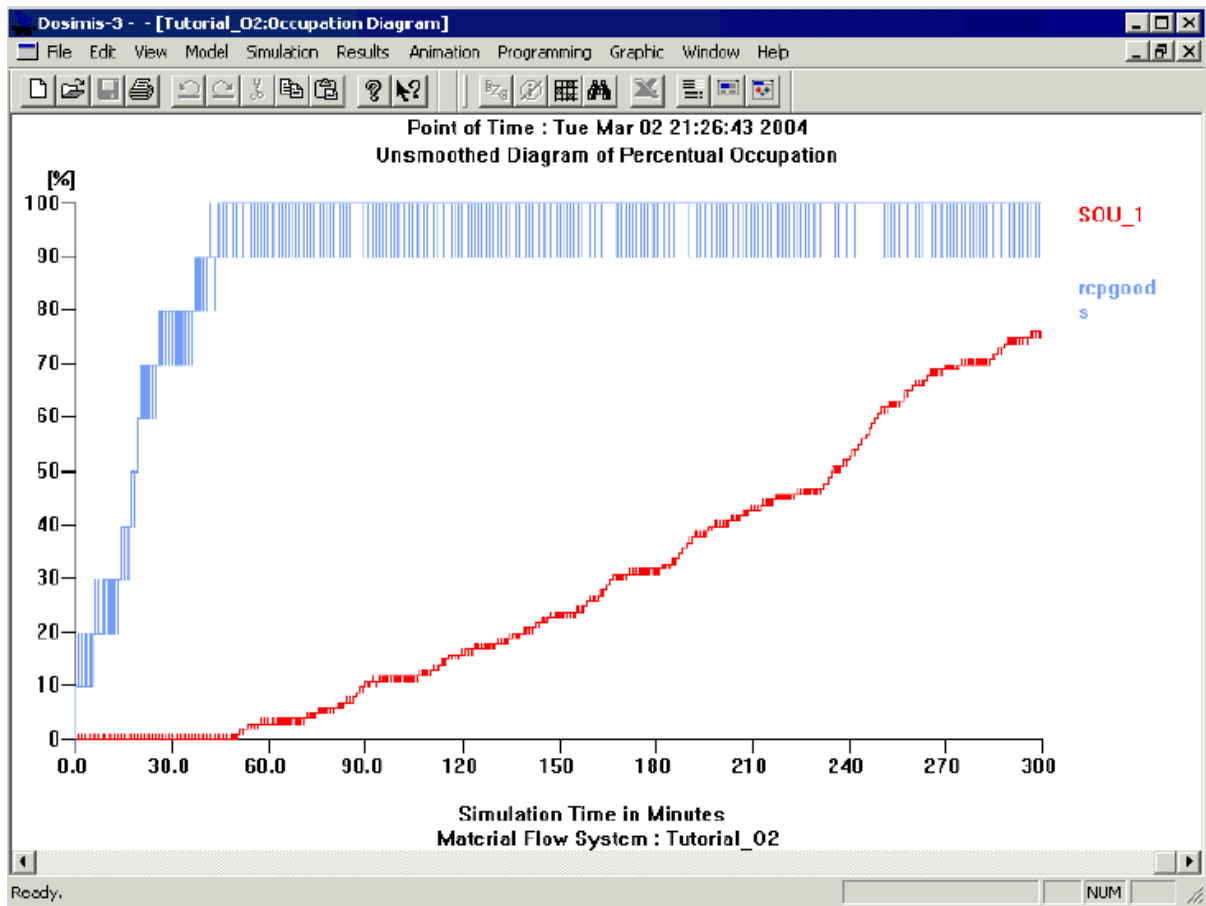

图4.2 入口源和入口源后的累积型传送带的占用图
- a) 通过入口源和入口源后的累积型传送带的占用图（图4.2）可以看出，经过很短的时间，累积型传送带模块已经满了。入口源模块可以容纳100个工件，这也就意味着一个百分比对应着一个工件或者托盘。经过5小时之后，入口源模块中已经聚积了80到90个工件。